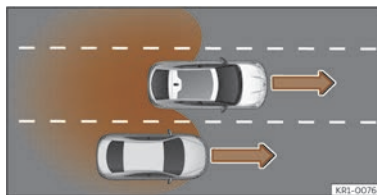

Abb. 125 Überholen auf der mittleren Spur und anschließender Wechsel auf die rechte Fahrbahn.
- Bei Überholung eines anderen Fahrzeugs >>> (Abb. 125) mit einer Geschwindigkeitsdifferenz von ca. 10 km/h (6 mph). Erfolgt die Überholung wesentlich schneller, erfolgt keine Anzeige.